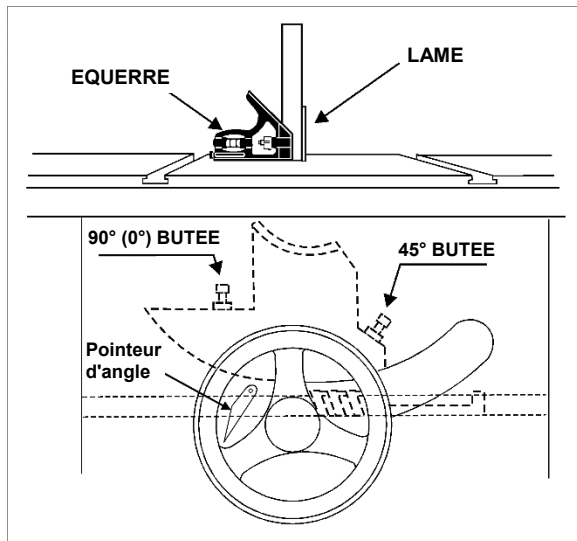

Figure 8-5 : butées de lame
5. Si un réglage est nécessaire, desserrez l'écrou sur la vis de retenue à 90° (figure 8-5) avec une clé de 13 mm et tournez la vis à la bonne hauteur. Vérifiez le réglage et resserrer l'écrou contre le tourillon.
6. Vérifiez la position du pointeur sur l'échelle (Figure 8-5). Si nécessaire, desserrez la vis et ajustez le pointeur sur zéro. Resserrer la vis.
Réglez la butée sur 45° comme indiqué sur la figure 8-5. Confirmer le réglage, puis resserrer l'écrou.